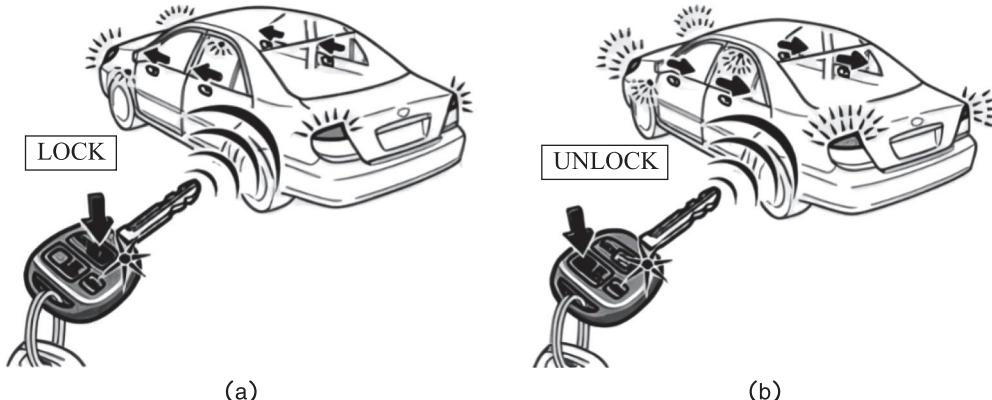

图 1-1-11 闭锁 / 解锁功能
(1) 所有车门的闭锁 / 解锁功能。按遥控的 LOCK 开关、UNLOCK 开关，对所有车门闭锁或解锁，如图 1-1-11 所示。